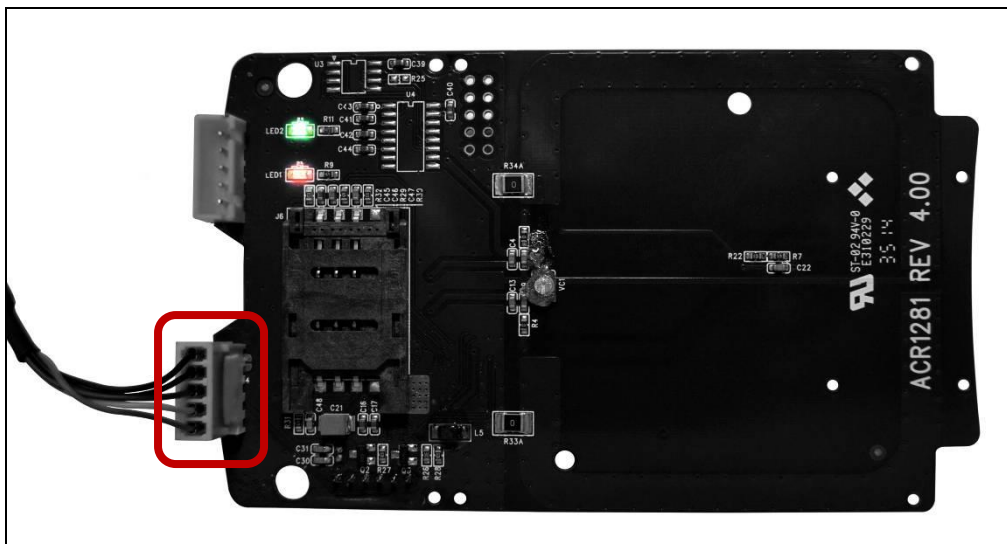

图3 : ACM1281U-C（通过 USB 接口）
1. 使用 USB 线将插座 J2 连接至其他外围设备（请参考图 3）。